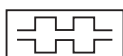

図3：シリアルポートマークの一例
- ・ 通信ケーブルは、図3のようなシリアルポート（RS-232C）マークのある場所に接続してください。シリアルポート以外に接続しますと、通信できませんので注意してください。